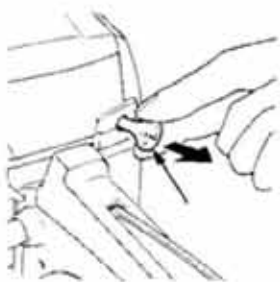

Fig. 3
3. Dra ut chock knappen. (Fig. 3)